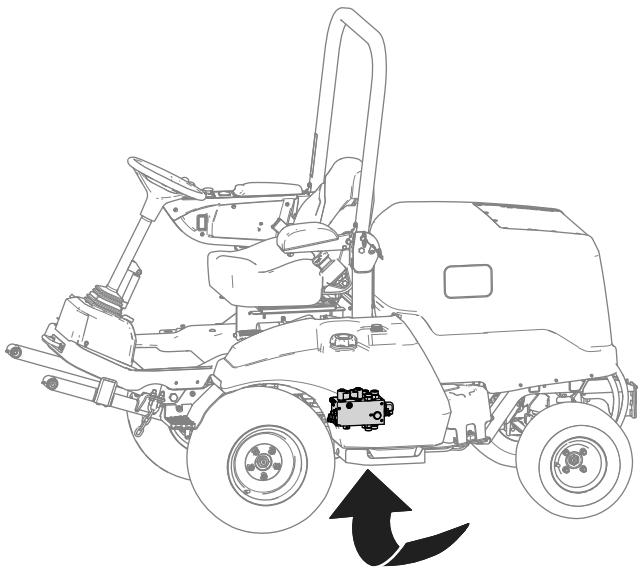

図 7
A. 油圧マニホールドの下にオイルを受ける容器をおく図 7 に示す。